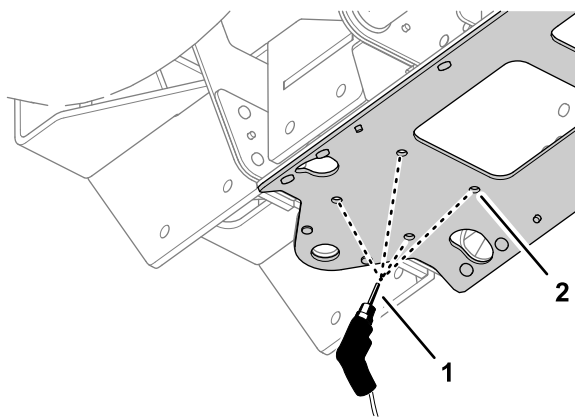

图 51
7. 对步骤 6 中在中心槽板上所做的中心冲钻标记处钻出 4 个 10mm 的孔如图 51 所示。